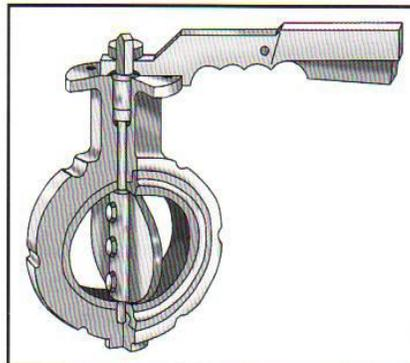

Figura 12.28 Válvula de mariposa.
- **Válvulas de mariposa:** se utilizan en tomas de bomba grandes. Las válvulas mariposa utilizan un deflector plano que funciona con una llave de cuarto de vuelta. Cuando la válvula está abierta el deflector se encuentra en el centro de la vía de agua (véase la figura 12.28).